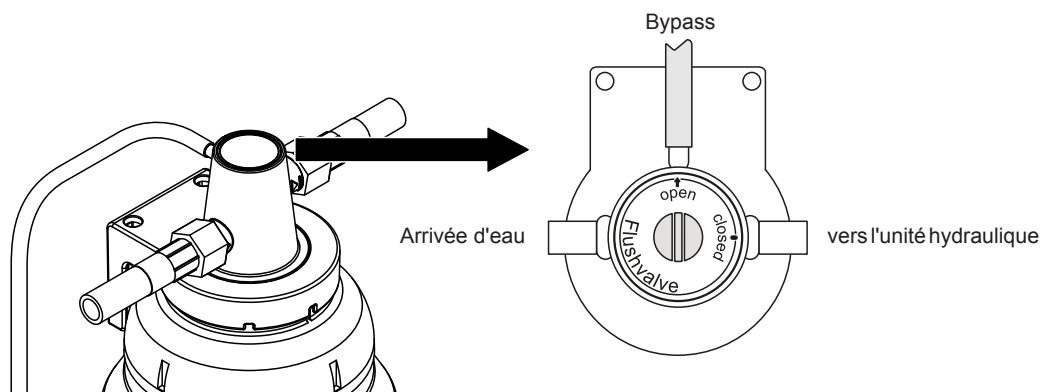

Fig. 13: Réglez la vanne sur « bypass » (position de rinçage)
5. Réglez la vanne sur la tête du dispositif de traitement d'eau pour que « open » soit sur « bypass » (voir Fig. 13).